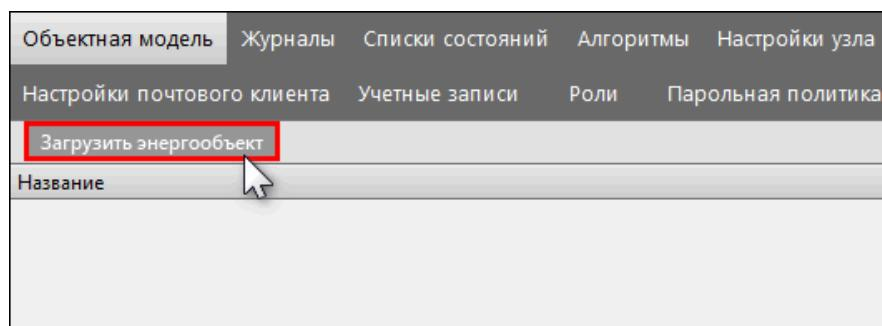

Рисунок 76 - Загрузить энергообъект
- Нажмите **Загрузить энергообъект** (Рисунок 76).